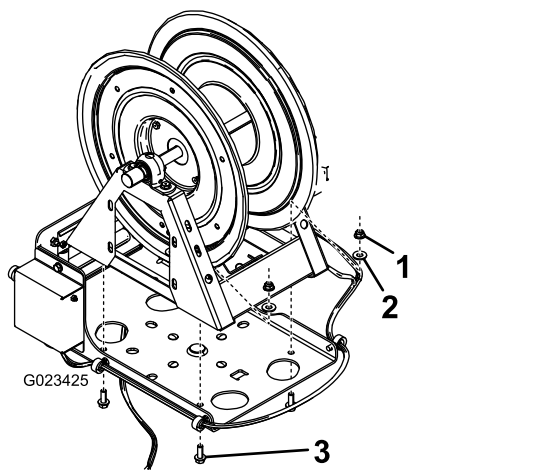

Figura 22
5. Fissate l'avvolgitubo alla piastra girevole utilizzando 4 bulloni (3/8-16 x 1"), 4 rondelle (7/16") e 4 dadi flangiati (3/8-16") come mostrato nella Figura 22.